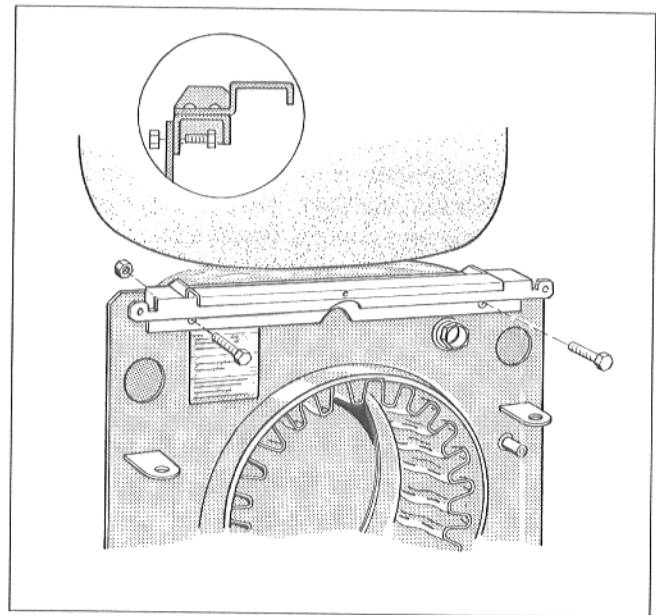

Abb. 5
- Traverse oben an der Kesselkörpervorder- und -rückwand anschrauben (Abb. 5 + 6).
Hinweis: Traverse mit angenieteter Halteschiene an Vorderwand anschrauben (Abb. 5).